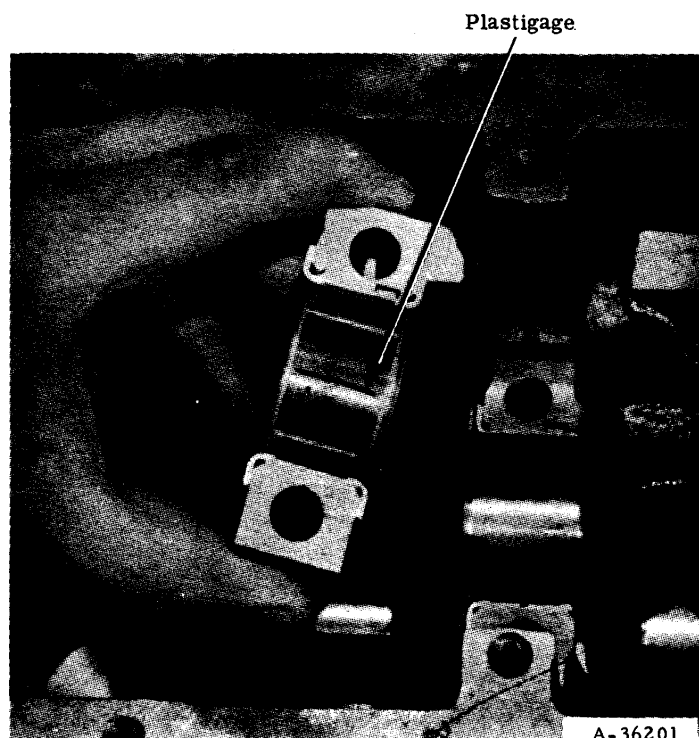

Fig. 61.- Mise en place du plastigage
- Placez un morceau de "plastigage" sur chaque coussinet de chapeau de palier parallèlement à l'axe (fig. 61).